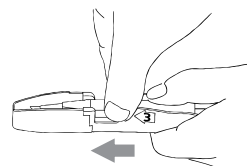
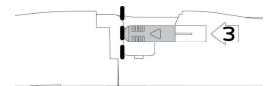

図 3.
図 4. スライダー位置の確認
④ 挿入器のボディを親指で固定しながら、スライダーをゆっくり矢印の方向 (刻印 3) に完全に突き当たるまで移動させ、レンズを押し進める (図 3.)。スライダーが完全に (図 4. 点線の位置まで) 突き当たっていることを確認する。移動したスライダーは戻さないこと。押し進めた後の状態で 3 分以上放置しないこと。